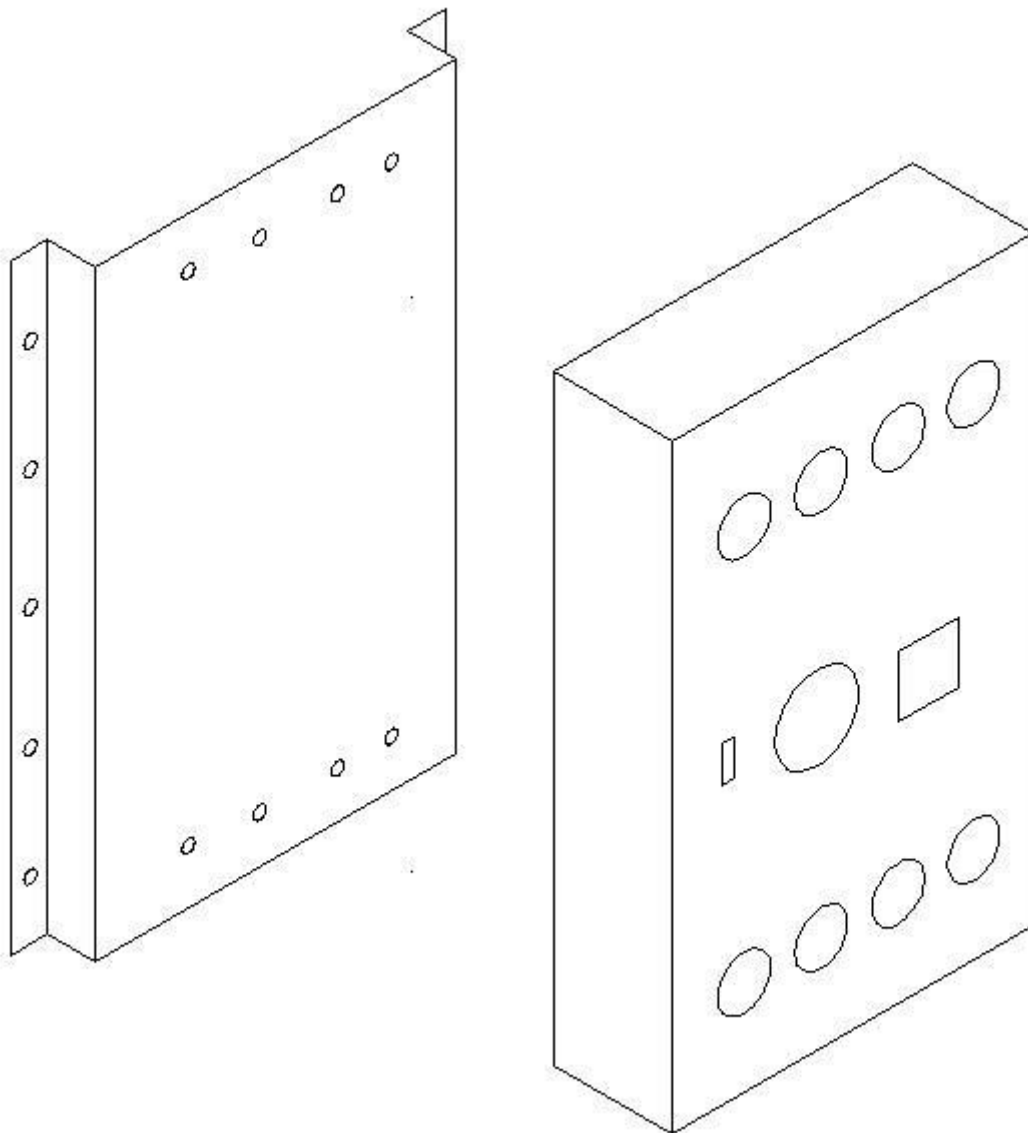

Рис. 2.11
1) Установите блок управления на настенную панель рядом с вентиляционным агрегатом, показанным на рис.2.11, и прикрепите монтажную панель к стене, затем установите блок управления на панель.